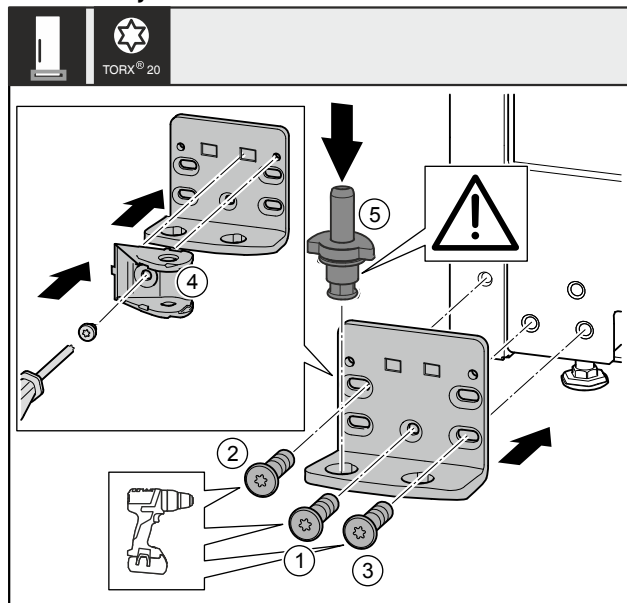

Fig. 38
- ▶ Pielieciet gultņa balstu otrā pusē un pieskrūvējiet, izmantojot skrūvgriezi. Sāciet apakšā pa vidu ar skrūvi Fig. 38 (1).
- ▶ Pieskrūvējiet skrūvi Fig. 38 (2) un skrūvi Fig. 38 (3).
- ▶ Pagrieziet durvju amortizatora savienojumu Fig. 38 (4) par 180°. Pieskrūvējiet ar skrūvgriezi gultņa balsta otrajā pusē.
- ▶ Pilnīgi ievietojiet gultņa tapu Fig. 38 (5). Uzmanieties, lai fiksācijas izcilnis būtu vērsts virzienā uz aizmuguri.